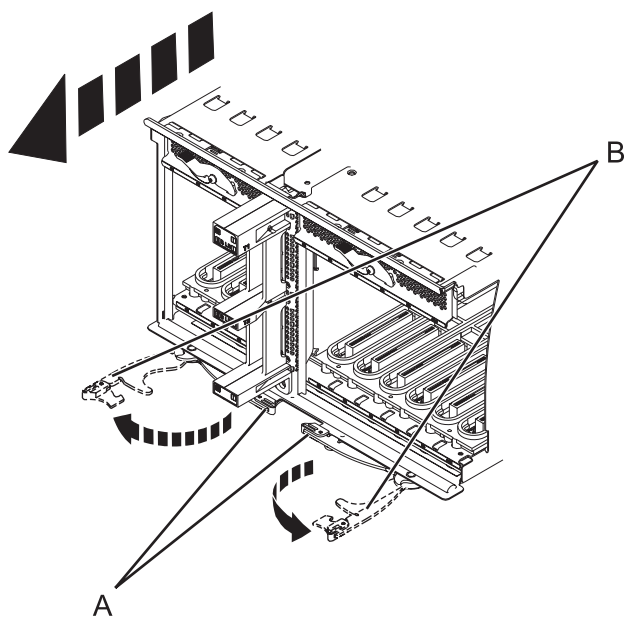

Figura 101. Extracció de la placa del sistema d'E/S
12. Premeu els pestells d'alliberament (A) i estireu de les palanques (B) per treure-les del sistema, com es mostra a la Figura 101.